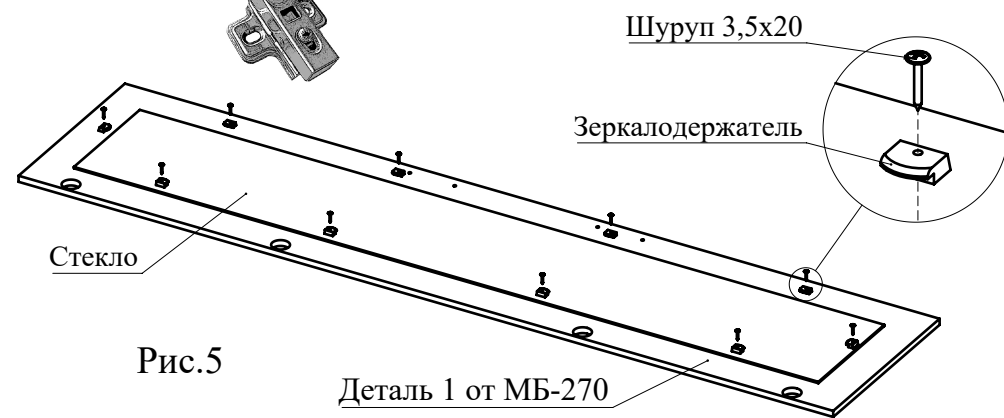

Рис.5
4. С помощью зеркалодержателей и шурупов 3,5х20 зафиксируйте стекло на фасаде 1 от МБ-270 (Рис. 5). На деталях 1 закрепите петли накладные с помощью шурупов 3,5х16 (Рис. 5).